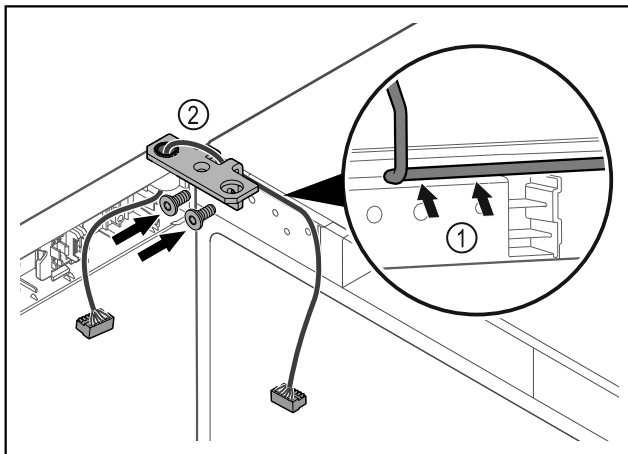

Fig. 44
- Faire passer le câble avec précaution par le trou de l'équerre de charnière Fig. 44 (1).
- Visser l'équerre de charnière Fig. 44 (2).